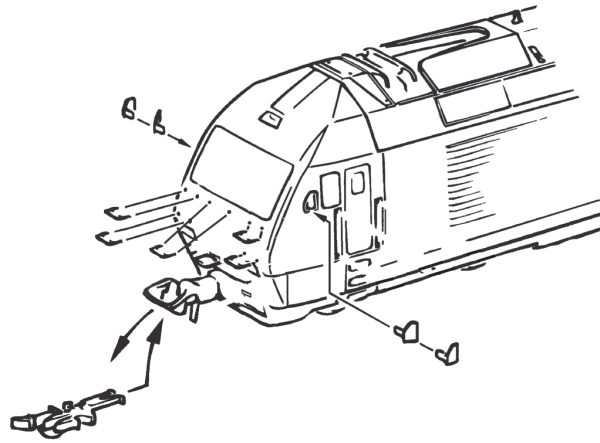

Fig. 3
Mehrzugbetrieb: Zuerst Lokgehäuse abnehmen (Fig. 3). Danach den Brückenstecker aus der Schnittstelle entfernen (diesen sorgsam aufbewahren). Danach den Stecker des Steuerbausteins lagerichtig einsetzen (siehe Fig. 5).
2. Schmierung: Versehen Sie die im Schmierplan in Fig. 8 gekennzeichneten Stellen mit nur **kleinen Öltropfen**. Dazu zuerst das Lokgehäuse abnehmen (Fig. 3). Wir empfehlen den ROCO **Öler Art.-Nr. 10906**. Fürs Schmieren der Getriebeteile (Zahnräder, Schnecke) empfehlen wir das **ROCO-Spezialfett Art.-Nr. 10905**. Im Falle der Schmierung diese Teile **nicht ölen**.
4. Kohlebürstenwechsel: Lokgehäuse abnehmen (Fig. 3). Danach wird der Motor ausgebaut und die Kohlebürsten ausgewechselt (Fig. 9).
For the original equipment of the buffer beam (fig. 3) it is necessary to take off the gear cover (fig. 8) and to take out the coupling box.
2. Lubrication: Apply **tiny oil drops** to spots marked in fig. 8. Prior to lubrication dismantle locomotive (fig. 3). We recommend using item no. **10906, ROCO oiler**. For lubrication the gearparts (e.g. cogwheels, worm) we would recommend our ROCO **special grease** (item no. **10905**).
4. Carbon Brush Changing: First remove loco body (fig. 3), and then the motor (fig. 9).
Le sachet joint comprend entre autres des petites pièces de finition conformes à la réalité et à rapporter avec précaution par les traverses de tempoinnement (voir fig. 3) par le perçage de tempoinnement (voir fig. 3) par le carence d'origine et par les accessoires il faut enlever les couvercles des engrenages (voir fig. 8), sortir les embotements d'attelages interchangeables et remettre ensuite les couvercles.
2. Graissage: N'appliquez **qu'une toute petite goutte** aux endroits indiqués par le plan de graissage (fig. 8) après avoir démonté la caisse de la locomotive (fig. 3). Nous vous recommandons le **graisseur à huile ROCO réf. 10906**. Pour graisser les engrenages (roues dentées, vis sans fin) nous vous conseillons la **graisse spéciale ROCO réf. 10905** pour engrenages en matières synthétiques. Lorsque vous utilisez cette graisse il faut éviter d'huiler ces composants.
4. Remplacement des balais du moteur: Démontez la caisse (voir fig. 3). Démontez ensuite le moteur et échangez le balais (fig. 9).
^{see} } Fig.3